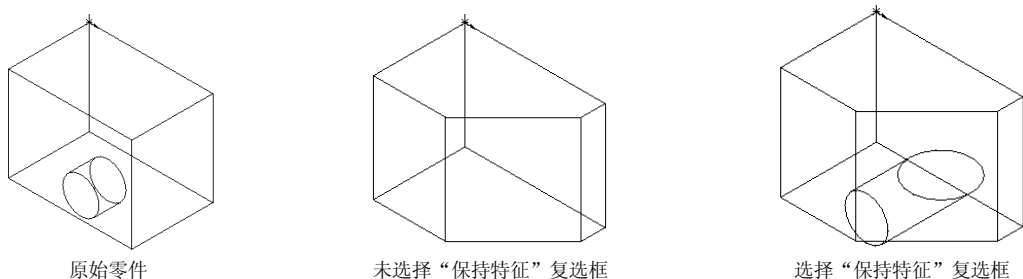

图 6-30 倒角特征
- 5) 如果选择“保持特征”复选框，则当应用倒角特征时，会保持零件的其他特征，如图 6-30 所示。